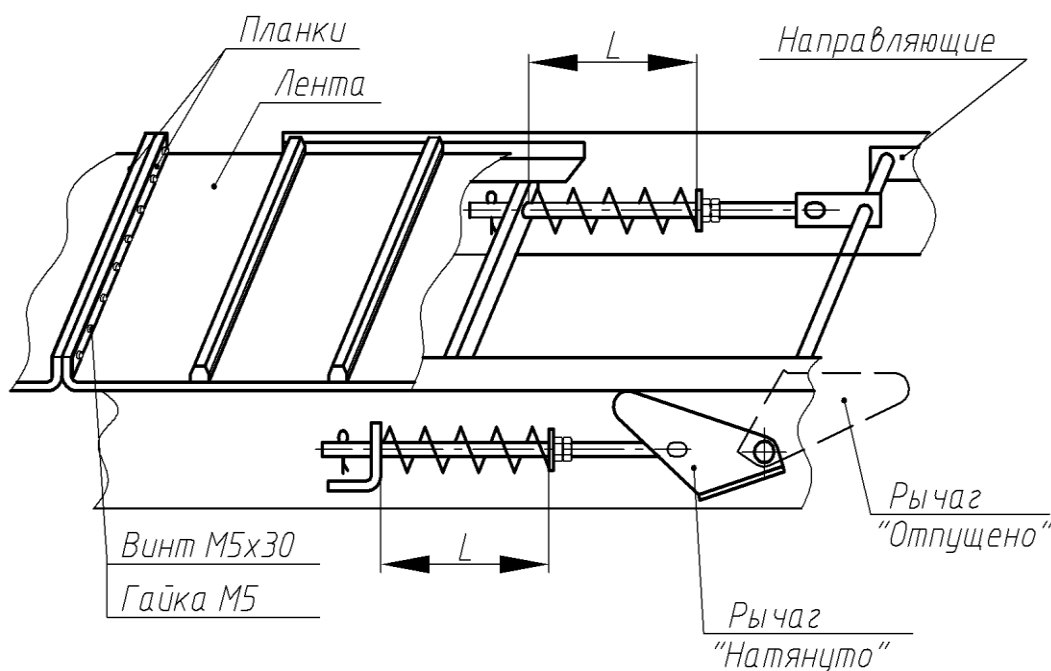

Рисунок 11. Установка и натяжка транспортерных лент
- освободите натяжку транспортеров (рисунок 11, положение «отпущено»).
Лента должна быть соединена (рисунок 11) таким образом, чтобы соединительная планка была расположена симметрично по ширине и перпендикулярно длине ленты. Допуск неперпендикулярности и несимметричности не более 2 мм. При этом в положении «натянуто» расстояние от натяжного барабана до боковины рамы жатки должно быть 85...130 мм для левого и 40...130мм для правого транспортеров.
Высота пружин в положении «натянуто» (см. рисунок 11) вначале устанавливается одинаковой с двух сторон барабана ($L \sim 140$ мм).